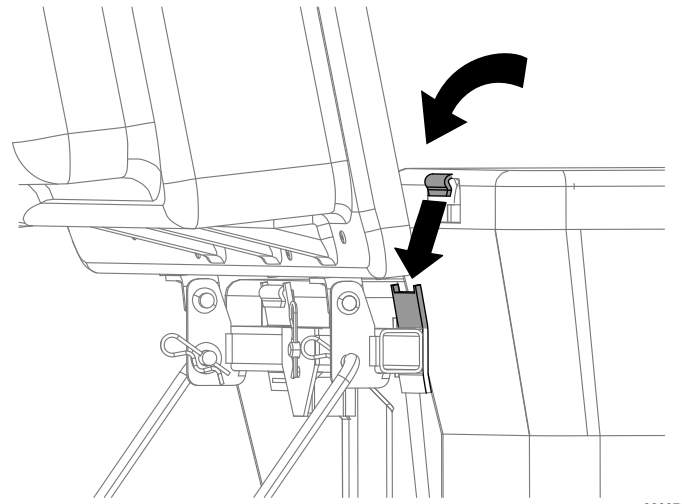

Figura 14
4. Levante la tapa del ensacador e instale las bolsas, colocando el enganche del bastidor de cada bolsa sobre los soportes de retención (Figura 14).